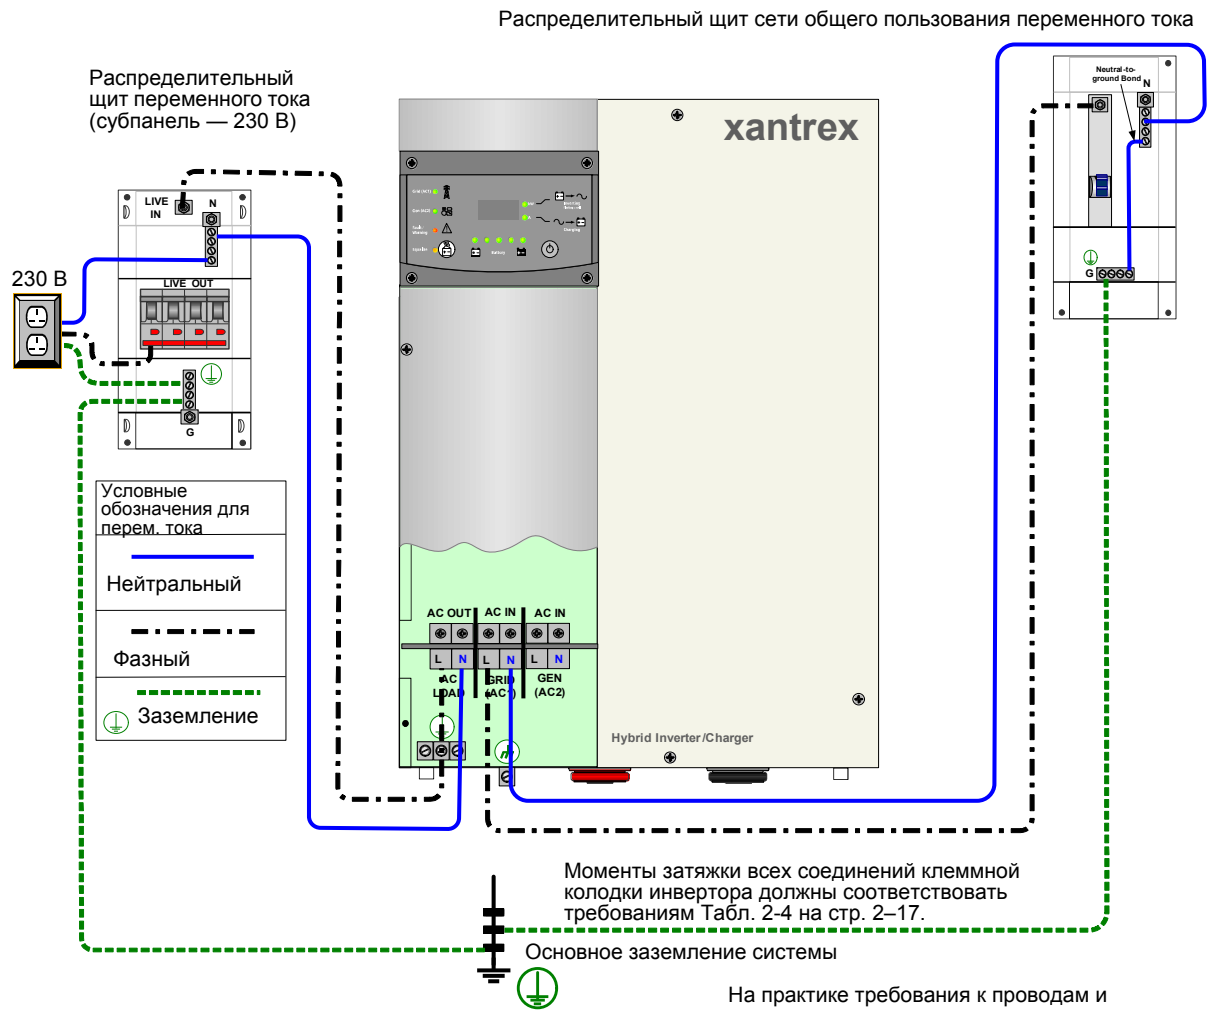

Рис. 2-14 Прокладка проводов от XW инвертора/зарядного устройства к субпанели и сети общего пользования
1. Смотрите Рис. 2-14. Подключите провод нейтрали, соединяющий шину нейтрали распределительного щита инвертора с клеммой N-LOAD на инверторе.
1. Смотрите Рис. 2-14. Соедините провод нейтрали распределительного щита сети переменного тока с клеммой нейтрали GRID (AC1) инвертора.